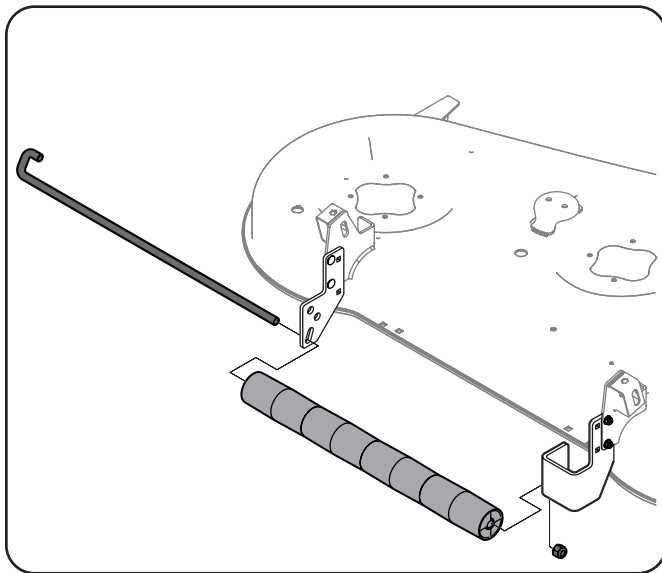

Figure 1-11
- Assurez-vous que l'extrémité en forme de J de la goupille du galet est fixée dans l'orifice de montage du support de galet gauche (n° 6), puis fixez-la sur la goupille du galet avec un écrou de blocage 1/2 (n° 4). Consultez la Figure 1-11.